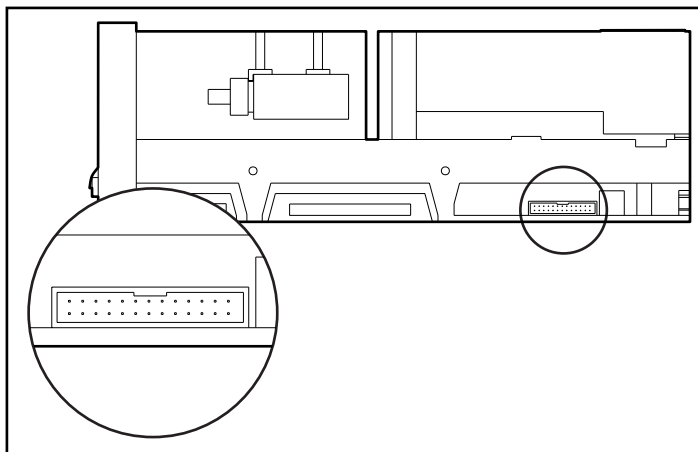

Figura 2-4: Individuazione dei ponticelli dell'ID SCSI
2. Individuare i ponticelli dell'ID SCSI come illustrato nella Figura 2-4. Per posizionare i ponticelli dell'ID SCSI desiderato, utilizzare una pinza ad ago.